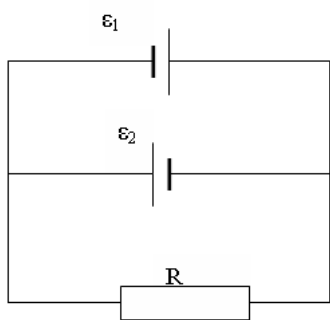

Рис. 17
72. Два источника тока $\varepsilon_1=10\text{В}$ с внутренним сопротивлением $r_1=4\text{ Ом}$ и $\varepsilon_2=6\text{В}$ с внутренним сопротивлением $r_2=2\text{ Ом}$ соединены, как показано на рис.17. Определить силы тока в проводнике и источниках тока. Сопротивление проводника $R=6\text{ Ом}$.
73. Две батареи ($\varepsilon_1=10\text{В}$, $r_1=2\text{ Ом}$, $\varepsilon_2=24\text{В}$, $r_2=6\text{ Ом}$) и проводник сопротивлением $R=16\text{ Ом}$ соединены, как показано на рис.17. Определить силу тока в батареях и проводнике.